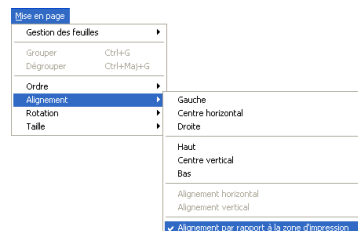

figure 12
- 3 Cliquez sur le sous-menu Aligner dans le menu Mise en page (voir la figure 12).